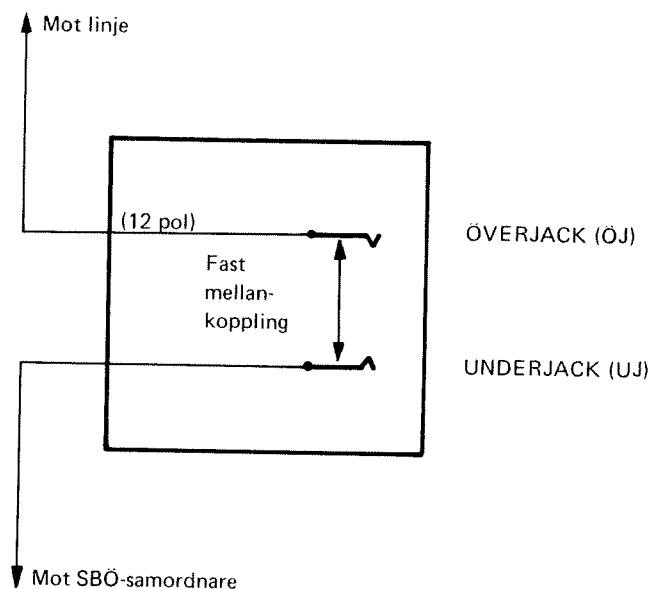

Bild 99.
Varje förbindelse passerar en överjack (ÖJ) och en underjack (UJ). Se bild 99.